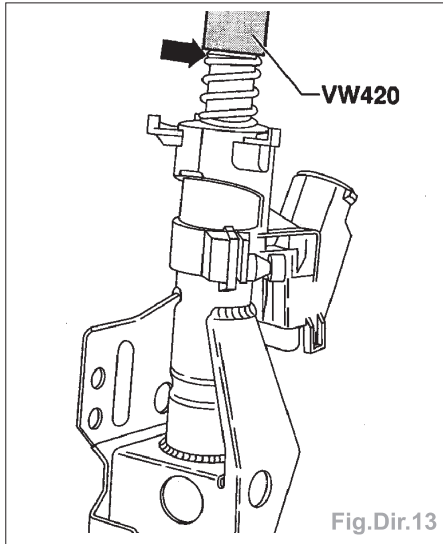

Fig.Dir.13
- Emmancher la rondelle de calage (flèche) jusqu'à ce que la position de montage soit atteinte (Fig.Dir.13).